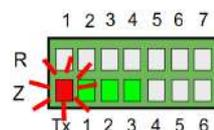

Figure 8. Détection des zones
3. Chaque fois que la centrale détecte un thermostat, la LED correspondant à la zone détectée s'allume en vert fixe (fig. 8).